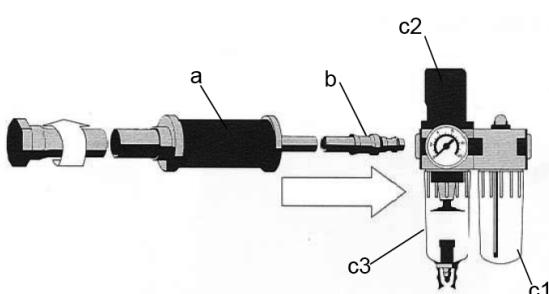

Abb. 1: Einstellung des Ölers
- Den Schaber in Verbindung mit Schlaucheinheit (a) und Einhandkupplung (b) an die Wartungseinheit (c1 - c3) anschließen (siehe Abb. 1).